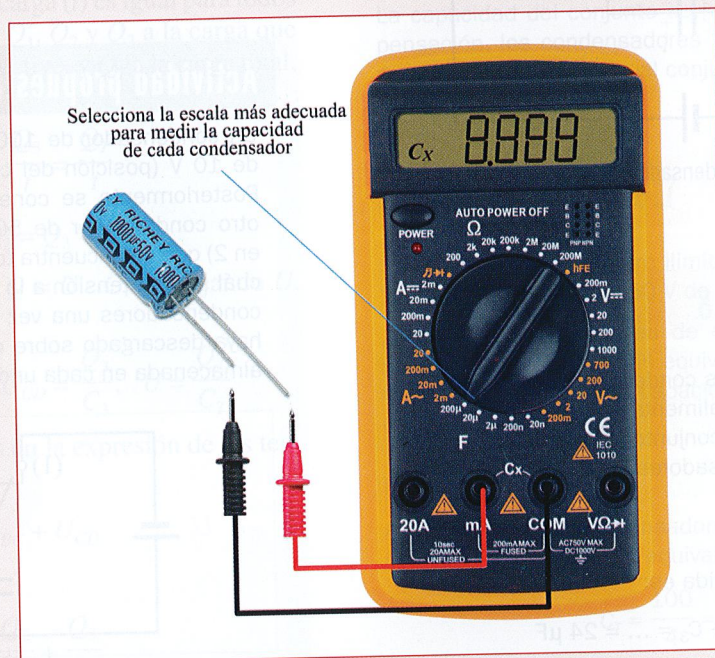

Figura 9.26. Medida de capacidad de condensadores.
- 9.1. Identificación y medida de condensadores.** Consigue diferentes tipos de condensadores e identifica sus características más relevantes. Para ello tendrás que utilizar el código de colores o el código alfanumérico según sea el caso. Una vez identificados y clasificados, mide con el polímetro el valor de su capacidad. Para ello nos valdremos de los terminales de conexión (Cx) que dispone nuestro polímetro (véase la Figura 9.26).